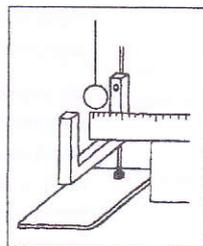

Figura 3: Montagem experimental.
- Com o pêndulo em repouso, posicione o disparador ótico e a régua como mostra a figura 3, ou seja, de forma que o feixe luminoso do disparador seja obstruído quando a esfera passe pelo ponto mais baixo de sua trajetória, e que o zero da escala da régua assinale esta posição.